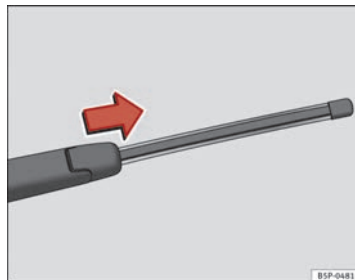

Fig. 187 Extraer la escobilla del limpiapuneta
- Separe el brazo del limpiaventana de la luneta ⇒ fig. 187
- Deslice el adaptador de la escobilla en la dirección de la flecha y retire la escobilla ⇒ fig. 187.